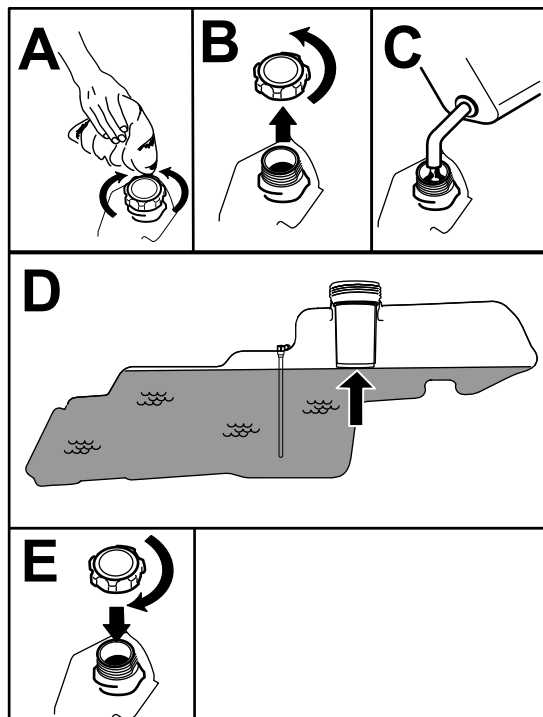

Figura 8
5. Umpleți rezervorul de combustibil până la partea inferioară a bucurului (Figura 8).